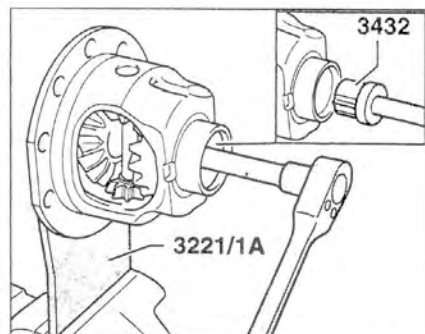

Рис. 5.113. Закрепите корпус дифференциала в тиски и пометьте положение вала шестерен привода полуосей относительно корпуса.
3. Закрепите корпус дифференциала в тиски и пометьте положение вала шестерен привода полуосей относительно корпуса (рис. 5.113).